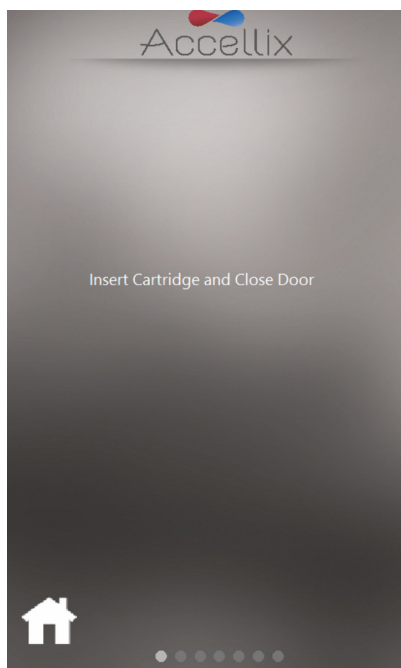

Abbildung 35: Bildschirm „Insert Cartridge“ (Kartusche einsetzen)
Hinweis: Ab diesem Zeitpunkt zeigt der hervorgehobene graue Punkt am unteren Rand des Bildschirms die aktuelle Phase des Assay-Laufs an. (Siehe Abbildung 35)
4. Wenn das Gerät Sie dazu auffordert (Abbildung 35), öffnen Sie die Klappe, indem Sie auf die rechte eingelassene Ecke auf der Vorderseite der Klappe drücken und diesen Bereich wieder loslassen. Setzen Sie nun die Kartusche in das Gerät ein, indem Sie sie mit dem oberen Griff nach unten drücken. Wenn die Kartusche eingesetzt ist, drücken Sie den Griff auf der rechten Seite noch ein wenig weiter nach unten, bis ein Klicken zu hören und zu spüren ist. Dies bestätigt, dass die Kartusche vollständig in die Kartuschenhandhabungseinheit (CHU) des Geräts eingesetzt wurde.